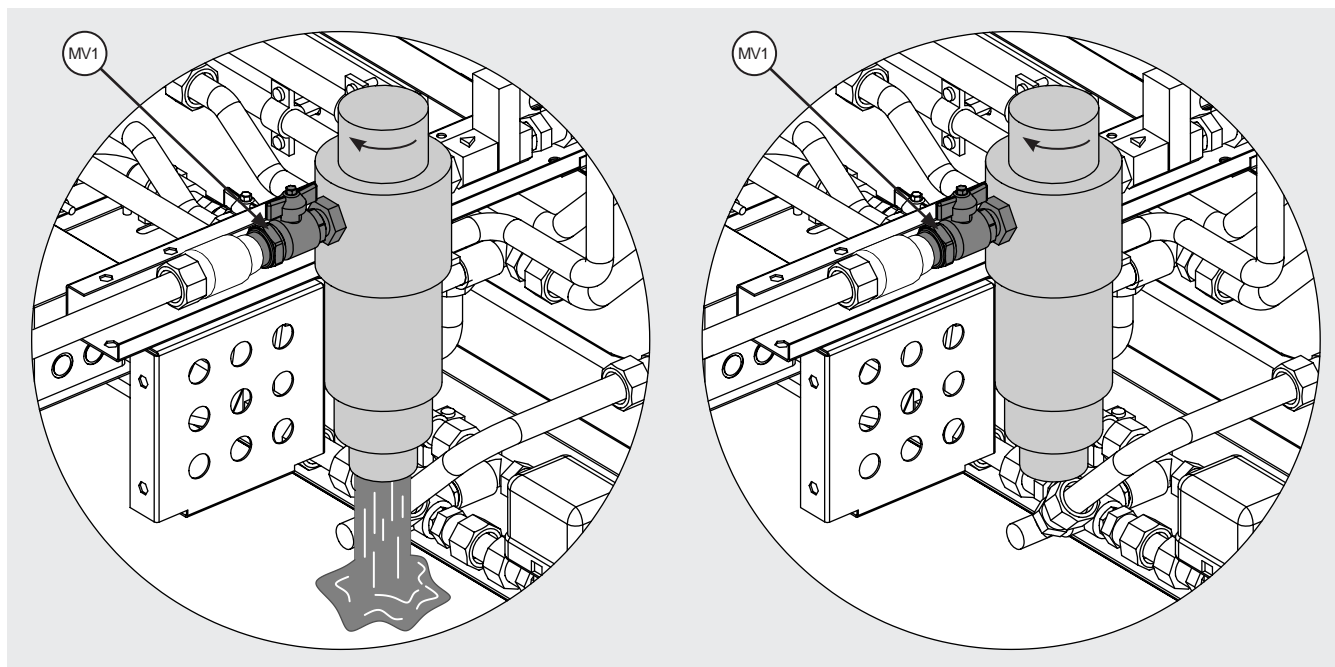

Figura 32
- 12.17.7 Accertarsi che sia disponibile acqua di rete e che la valvola manuale (MV1) a monte del filtro sia aperta, v. Figura 32.
- 12.18.5 Assicurarsi che il modello sia spento, come da punti 12.1 - 12.4, e che il circuito adiabatico del modello sia isolato: chiudere la valvola (MV1) in ingresso, v. Figura 32.
- 12.18.12 Al termine delle operazioni, aprire la valvola (MV1) precedentemente aperta, v. Figura 32.
- 12.22.10 Effettuare la pulizia del filtro dell'acqua in ingresso come da punto 12.17 con la valvola (MV1) chiusa (v. Figura 32). Dal filtro verranno scaricati i residui unitamente all'acqua in esso contenuta.